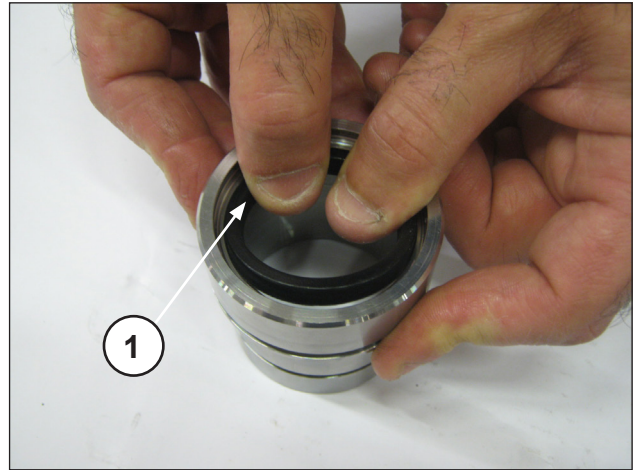
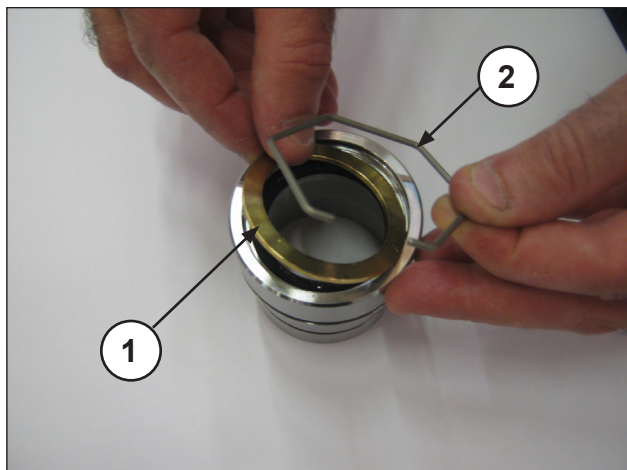
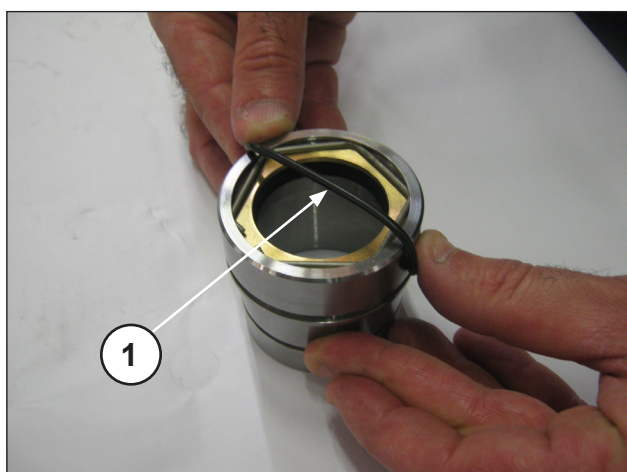

图29
图30
图31
将低压密封圈插入填料底座（①，图29），注意安装方向，密封唇应朝向前（朝向泵头）。然后插入密封环、止动环（①②，图30）和O形圈（①，图31）。